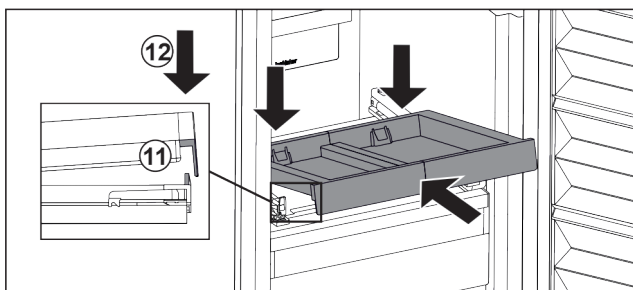

Fig. 93
- ▶ Wsunąć pod skosem. Zwrócić uwagę, aby ogranicznik znajdował się po obu stronach za nakładką. Fig. 93 (11)
- ▶ Osadzić wysuwaną półkę z przodu. Fig. 93 (12)